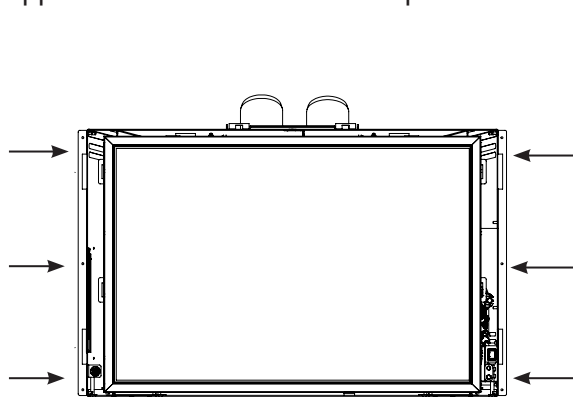
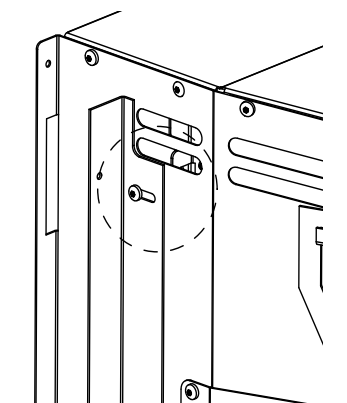
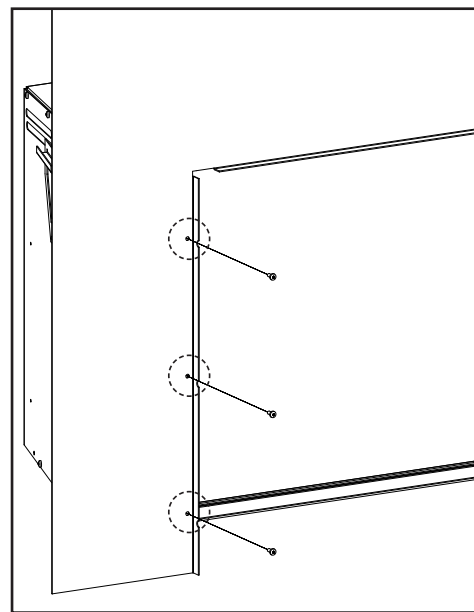

Figure 59 : Vis
Figure 61 : Installation pour
Figure 63 : Vis
1. Installez les deux supports du panneau découposable sur l'unité à l'aide d'un tournevis Torx T-20. Voir les figures 59 à 62 pour connaître les emplacements d'installation des vis. Il existe deux ensembles de modèles de trous sur le côté de l'armoire en fonction du panneau d'enceinte installé. Voir les figures 61 et 62. Fixez ensuite le panneau aux supports (figure 63).